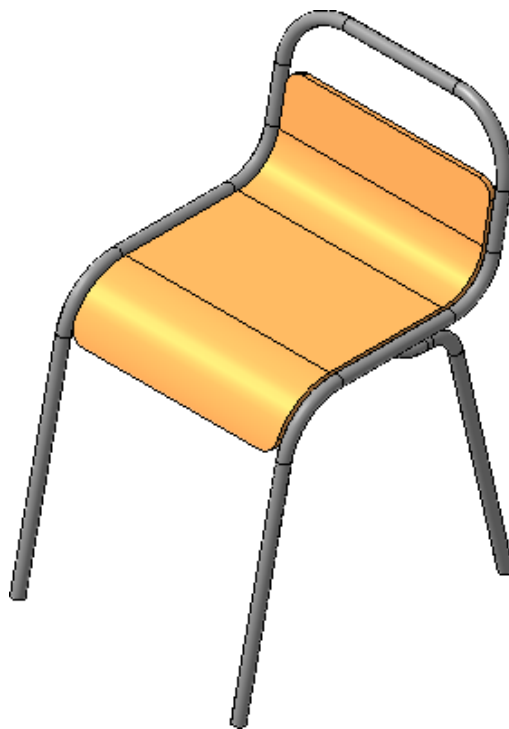

Рисунок 59.
- Включите отображение детали Сиденье. Для этого в Дереве модели щелкните правой кнопкой мыши на детали Сиденье и выполните из контекстного меню команду Показать (рис. 59).